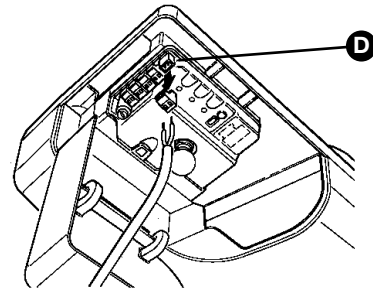

Figura 66
- I Para facilitar las operaciones es posible quitar los bornes **[D]** tal como se muestra en la figura 66, realizar las conexiones y luego colocarlos nuevamente.